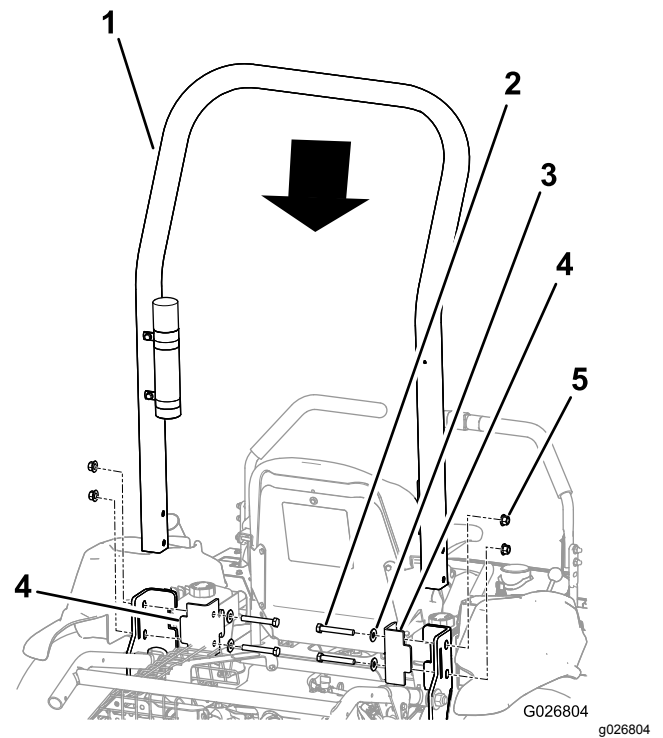

Bild 6
2. Setzen Sie den Überrollbügel auf die Maschine, wie in **Bild 6** abgebildet.